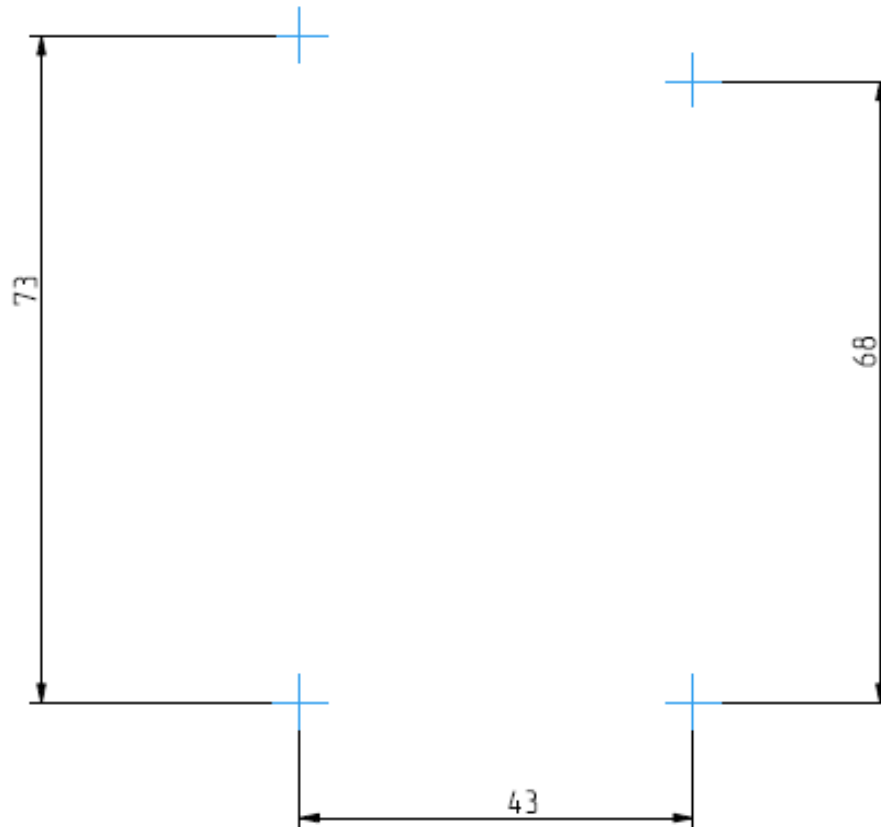

Figure 3.10: Disposition des quatre trous de fixation
2. Percer dans le mur 4 trous de 5 mm de diamètre et y insérer les chevilles (voir Figures 3.10 et 3.11).